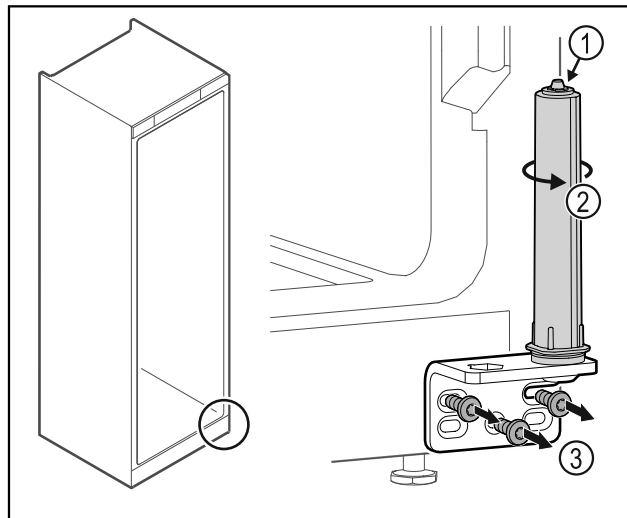

Fig. 18
- ▶ Ne szedje szét az ajtó zárrendszert Fig. 18 (1).
- ▶ Forgassa el a zárrendszert Fig. 18 (2), amíg az be nem kattann.
- ▶ Csavarozza le a csuklópántot Fig. 18 (3).